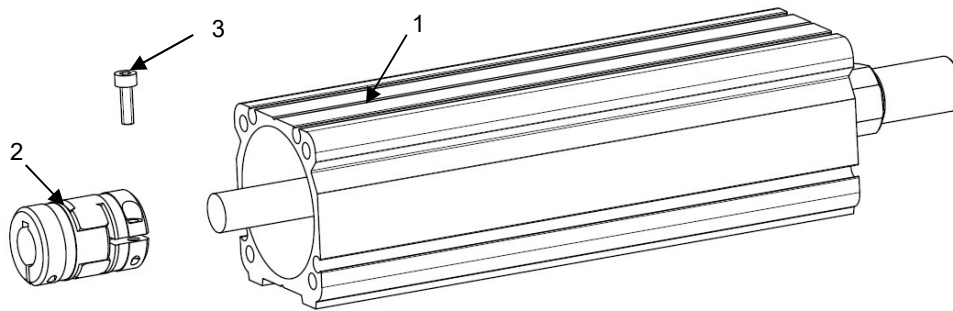

Рисунок 3 – Установка муфты на модуль
- 1) Установите муфту (поз. 2) на задней стороне модуля (поз. 1) (см. рисунок 3). Затяните винт (поз. 3) с моментом затяжки 3,7 Н·м.